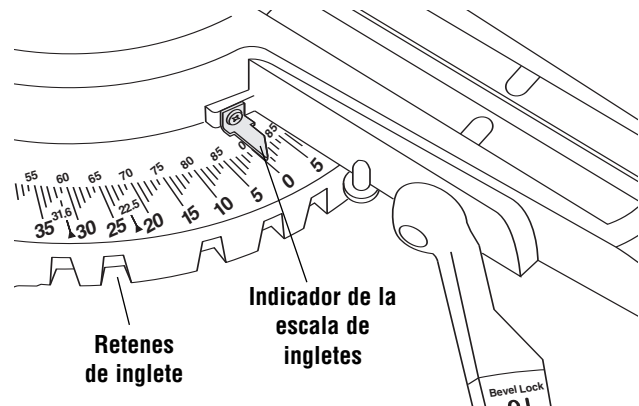

Figura 1. Ajuste de la escala de ingletes
1. Mueva la mesa hasta el ángulo de retén que se vaya a ajustar (Figura 1).